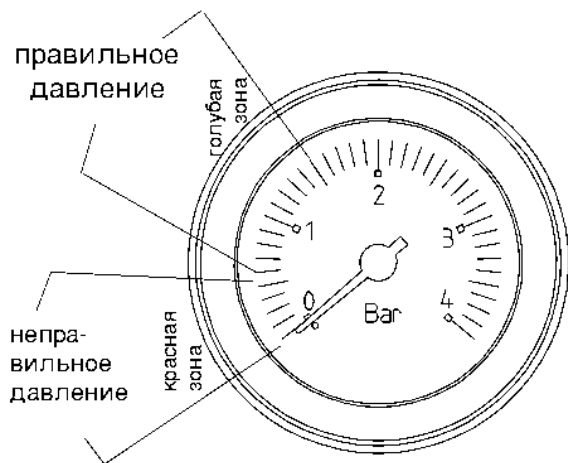

рис. 3.10
- откройте кран подпитки (С) и держите его открытым, пока давление на гидрометре не дойдет до значения приблизительно 1 бар (рис. 3.10).